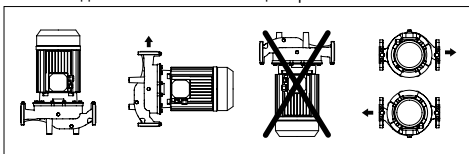

РИС. 2: Установка двухполюсного двигателя ≤ 7.5 кВт и четырехполюсного ≤ 1.1 кВт.
- Насосы могут быть установлены на трубах нагнетания или на обратных трубах, в горизонтальном или вертикальном положении, при условии, что двигатель никогда не располагается ниже насоса во избежание попадания жидкости в двигатель или подшипники (РИС. 2). (Примечание: вертикальная установка возможна для двухполюсных агрегатов ≤ 7.5 кВт и четырехполюсных ≤ 1.1 кВт).